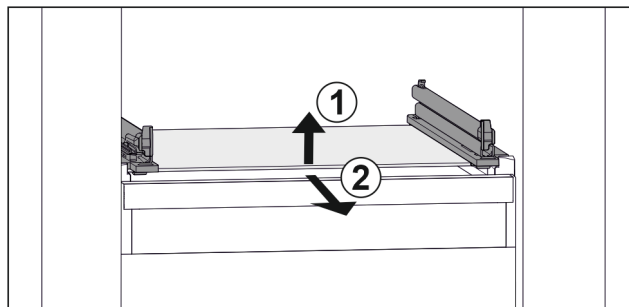

Fig. 37 Príklad zobrazenia sklenenej dosky
- ▶ Nadvihnite sklenenú dosku vpredu. Fig. 37 (1)
- ▶ Odoberte sklenenú dosku dopredu. Fig. 37 (2)